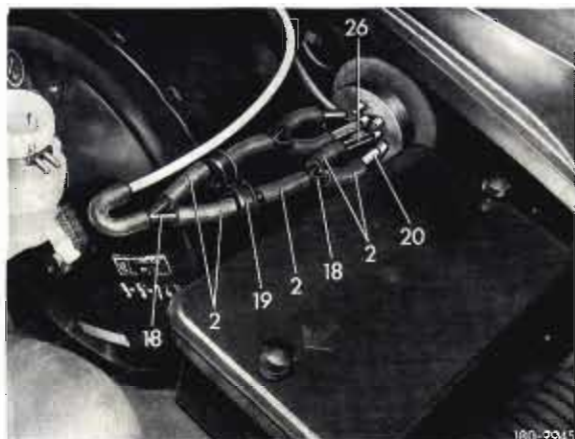

Bild 9
22 Zwei Verteilerstücke (18) und das Rückschlagventil (19) mit fünf 30 mm langen Verbindungsstücken (2) zwischen die vorhandene Unterdruckleitung nach Bild 9 montieren.
24 Unterdruckleitung grau/gelb (20) vom Verteilerstück (18) im Motorraum entlang des Hauptleitungssatzes durch die Vorderwandsäule auf der linken Seite in den Kofferraum verlegen, dazu Abdeckschienen und Teppich am Einstieg lösen (Bild 9 bis 11).